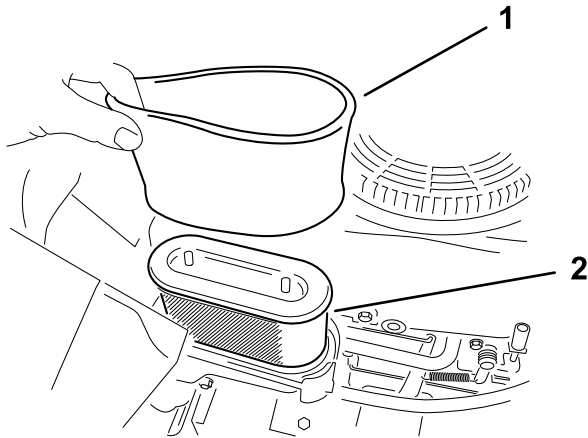

Bild 39
- Nehmen Sie die Schaumstoff- und Papierfiltereinsätze vorsichtig aus dem Luftfiltergehäuse heraus (Bild 39).
Hinweis: Wechseln Sie den Papiereinsatz aus, wenn er sehr schmutzig ist (Bild 39).
- Setzen Sie den Schaumstofffilter auf den Papierfilter (Bild 39).